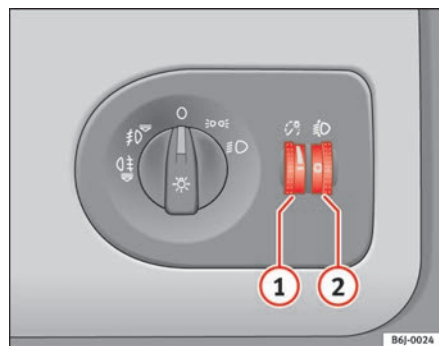

Fig. 52 Tablero de instrumentos: reguladores de la iluminación de instrumentos y mandos y del alcance de los faros
Con las luces encendidas se puede regular la intensidad de la luz de los instrumentos y mandos girando la ruedecilla moleteada ⇒ fig. 52 ①.